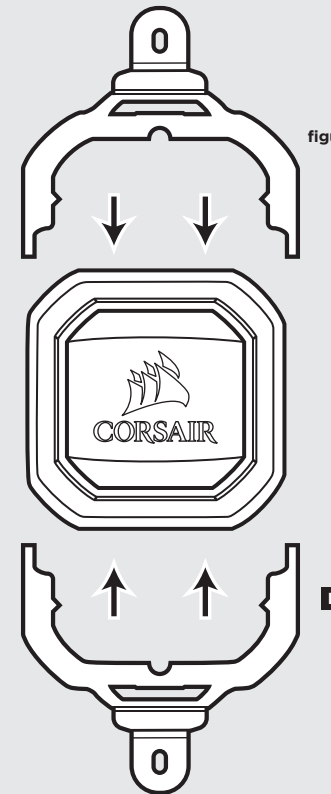

figure 2
- Установите кронштейн AMD, вставив обе его стороны в паз на насосе до полной фиксации (рис. 2).
- 将AMD支架两端推入泵上的插槽直到固定（图2）。